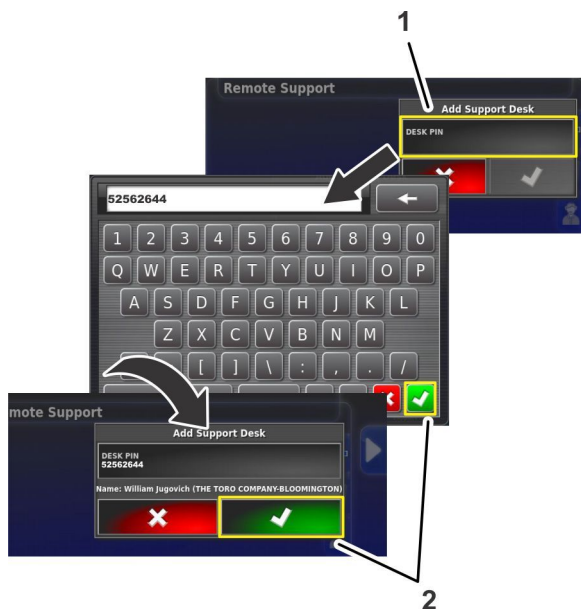

Bild 213
4. Tippen Sie auf das Symbol DESK-PIN (Bild 213).
5. Geben Sie mit der Bildschirmtastatur den im Schritt 1 notierten Desk-PIN-Code ein und tippen Sie auf das Bestätigen-Symbol (Bild 213).
6. Tippen Sie im Bildschirm Support-Desk hinzufügen das Bestätigen-Symbol (Bild 213).